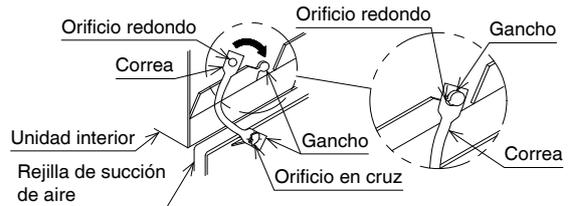

Fig. 38
- Cuando instale la rejilla de succión de aire, cuelgue la cuerda de la rejilla de succión de aire en la parte de suspensión de la unidad interior mostrada en la Fig. 38.